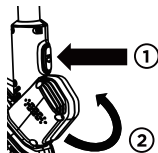

Fig. 10-1
- Sujete firmemente el eje principal, presione y mantenga presionado el Botón de Rotación de la Cabeza, luego gire la cabeza de la recortadora 180° en sentido antihorario. (Fig. 10-1) La cabeza de la recortadora solo gira en una dirección.